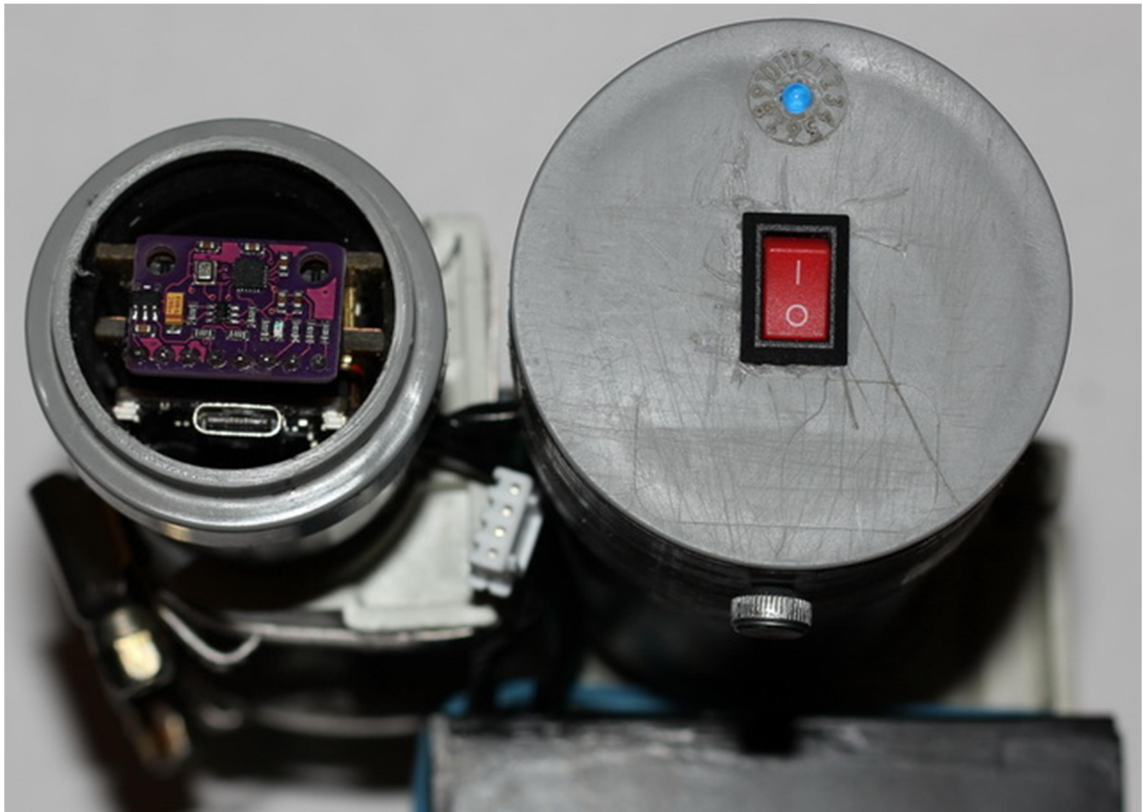

Рис. 2. Вид на ISP с верхней стороны.
**2.1.** Исполнительное Устройство состоит из двух цилиндрических скреплённых между собой корпусов. На левом торце нижнего на рисунке 1 корпуса расположен пьезоэлектрический излучатель, на правом его торце – выключатель питания и синий светодиод индикации включения, (см. рис. 2, справа). На левом торце верхнего – пьезоэлектрический датчик приёмника, на его правом торце, под крышкой, установлена плата акселерометра – магнитометра (см. рис. 2, слева). Между корпусами расположен контейнер для аккумуляторов, питающих ISP.